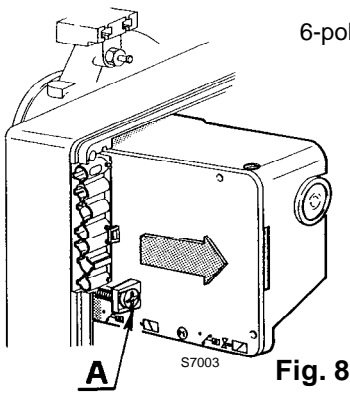

Fig. 8
Voor verwijdering van controledoos: schroef (A, fig. 8) losdraaien na verwijdering van alle componenten, de 7-polige (vrouwelijke) stekker, de stekker (C), de hoogspanningskabel en de aardingskabel (H).
**Om de controledoos terug te plaatsen: schroef (A) vastdraaien met een koppel van 1 ÷ 1,2 Nm.**